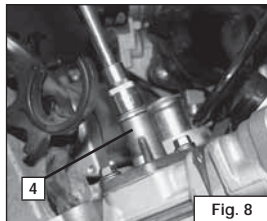

Fig. 8
- Allentare il dado centrale del tendicatena della distribuzione (4) (Fig. 8).
- Togliere il gruppo tendi catena svitando le due viti che lo fissano al cilindro (Fig. 8).
- Loosen the central nut of the distribution chain tensioner (4) (Fig. 8).
- Remove the distribution chain tensioner unit by unscrewing the two screws that fasten it to the cylinder (Fig. 8).
- Desserrez l'écrou central du tendeur de chaîne de la distribution (4) (Fig. 8).
- Enlevez le groupe du tendeur de chaîne en dévissant les deux vis qui le fixent au cylindre (Fig. 8).
- Montare il tendicatena originale e serrare il dado centrale dello stesso, comprimendo la molla che regola la tensione della catena di distribuzione (Fig. 8).
- Fit the original chain tensioner and tighten the central nut on it, compressing the spring that regulates the distribution chain tension (Fig. 8).
- Montez le tendeur de chaîne d'origine et serrez son écrou central, tout en comprimant le ressort qui règle la tension de la chaîne de distribution (Fig. 8) .